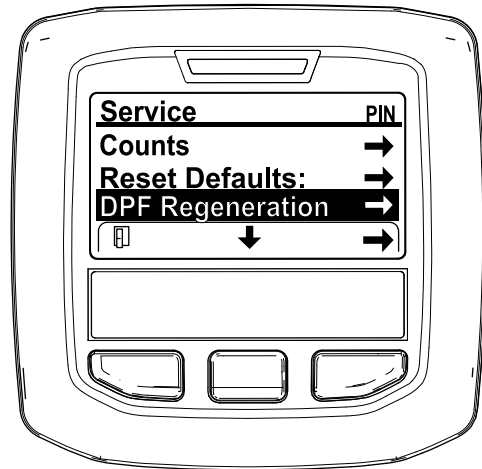

**Bild 48**
2. Navigieren Sie auf das HAUPTMENÜ, drücken Sie die mittlere Taste, um auf das Menü SERVICE zu navigieren; drücken Sie die rechte Taste, um die Option SERVICE auszuwählen (Bild 48).